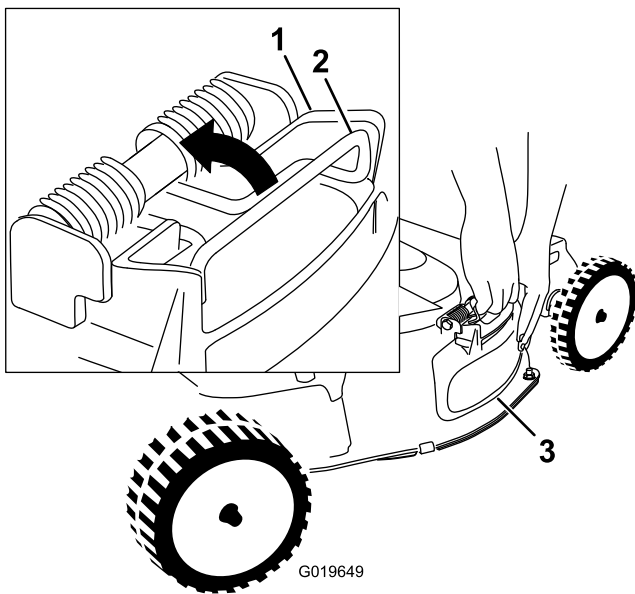

Figura 24
4. Togliete il deflettore di scarico laterale tirando verso l'alto la molla che tiene ferma la porta e rimuovendo il deflettore stesso (Figura 24).